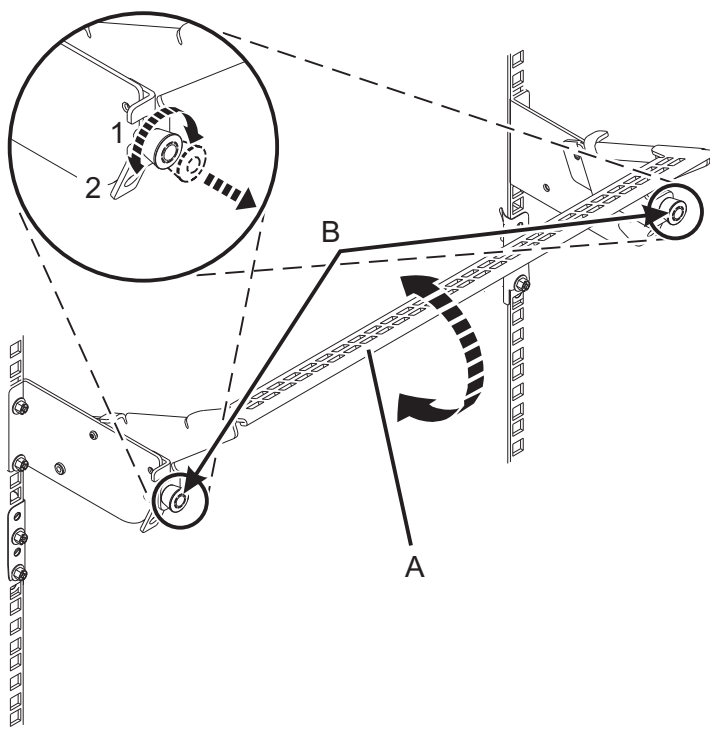

Figure 91. Placement du crochet de routage des câbles en position de fonctionnement
3. Placez le crochet de routage des câbles en position de maintenance. Voir figure 91, à la page 88.